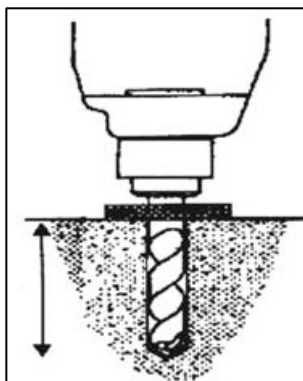

Рисунок 18
- Отрегулируйте параллельность платформ и расстояние между двумя платформами следующим образом: **Рисунок 18)** требует.
- Закрепите анкерные болты с помощью ударной электродрели (сверло 16 мм), просверлите отверстие диаметром 120 мм и очистите его. **Рисунок 18)**